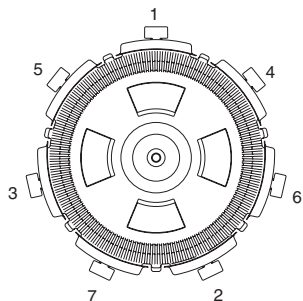

FIGURE 4 – Ordre de serrage des colliers des filtres de 21 pouces.
6. Se reporter à la page Figure 4 pour connaître l'ordre de serrage des colliers. Serrer fermement et à la main tous les boutons des colliers.